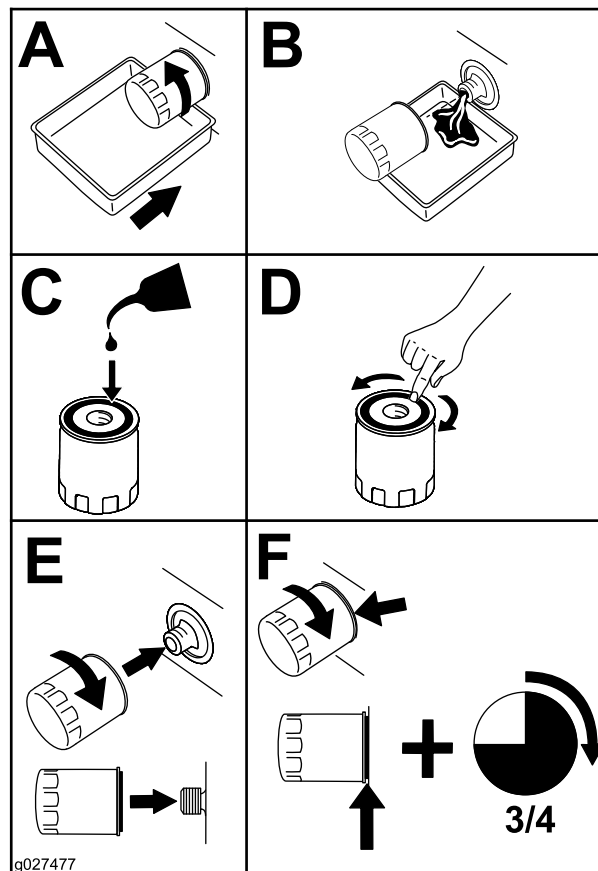

Figure 69
2. Remplacez le filtre à huile moteur (Figure 69).